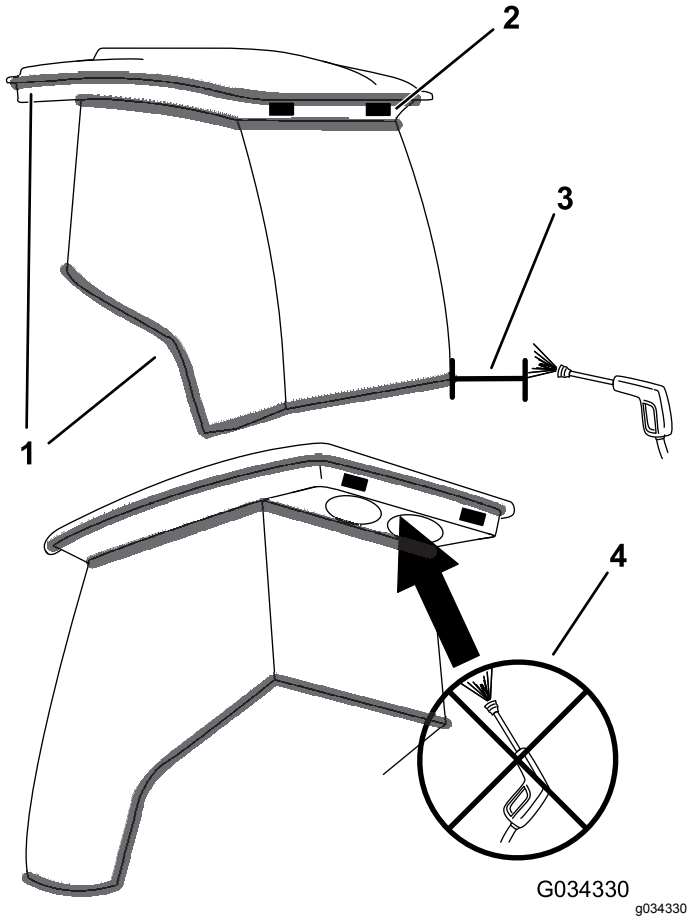

Figure 144
**Important:** Faites attention près des joints de la cabine et des éclairages (Figure 144). Si vous utilisez un nettoyeur haute pression, n'approchez pas le jet à moins de 60 cm de la machine. N'utilisez pas le jet haute pression directement sur les joints et les éclairages de la cabine ni sur l'avancée arrière.